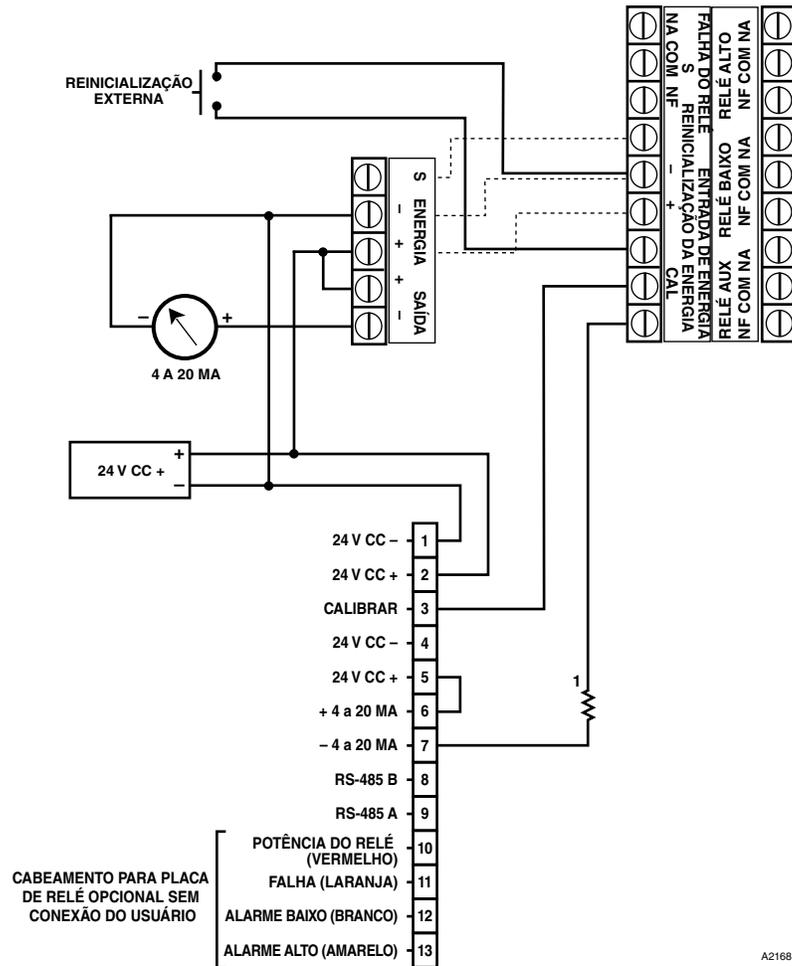

Figura 10 — Um sistema típico, Transmissor Infiniti com um detector PointWatch Eclipse PIRECL e saída de corrente não isolada
- Figura 10 — Um sistema típico, Transmissor Infiniti com um detector PointWatch Eclipse PIRECL e saída de corrente não isolada